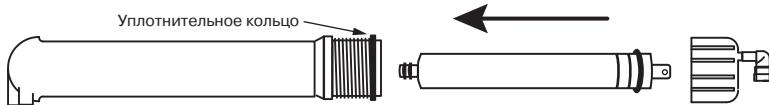

Рис. 16
1. Установите префильтр(ы). Первый префильтр (маркировка на колбе PREFILTER) уже установлен во всех моделях. В во вторую колбу (маркировка CARBON) установите угольный картридж. В третью ступень (SEDIMENT) установите механический префильтр. Картриджи, соответствующие ступеням очистки для каждой модели фильтров, перечислены в таблице на стр. 18 . Для установки картриджа необходимо раскрутить колбу при помощи ключа (10). Аккуратно снимите защитную пленку с картриджа и установите его в колбу. Обратите внимание на маркировку "THIS END NEXT TO VESSEL THREADS" на верхней крышке картриджа. Закрутите колбу вручную, без применения ключа, не прикладывая чрезмерных усилий.
2. Установите мембранны. Для этого отсоедините трубку (H) от быстроразъемного коннектора крышки мембранны. Открутите крышку колбы мембранны (маркировка MEMBRANE). Смажьте силиконовой смазкой резиновые уплотнения мембранны. Установите мембранны в корпус согласно **рис. 16**. Смажьте силиконовой смазкой уплотнение крышки колбы мембранны и аккуратно установите его на колбу. Закрутите крышку колбы мембранны и пристыкуйте трубку (H). Следите, чтобы уплотнительное кольцо крышки колбы было установлено на колбе без перекосов.